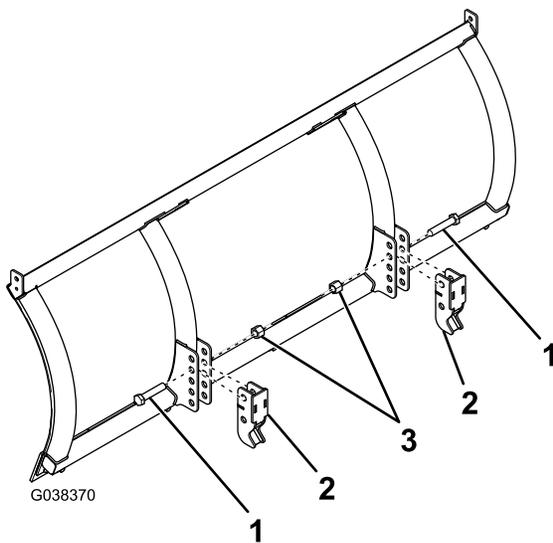

Figura 1
1. Conecte los 2 soportes de montaje de la pala a la pala de la quitanieves y sujételos sin apretarlos usando 2 pernos hexagonales y 2 tuercas de bloqueo automático como se muestra en Figura 1.